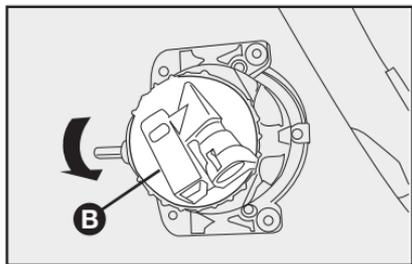

fig. 45
2) girar a tampa **B-fig. 45** no sentido anti-horário;